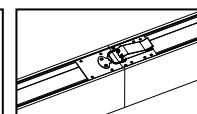

Рис. 3
**Внимание!** Обязательно зафиксируйте осветительные приборы между собой с помощью замка на корпусе (рис. 3).